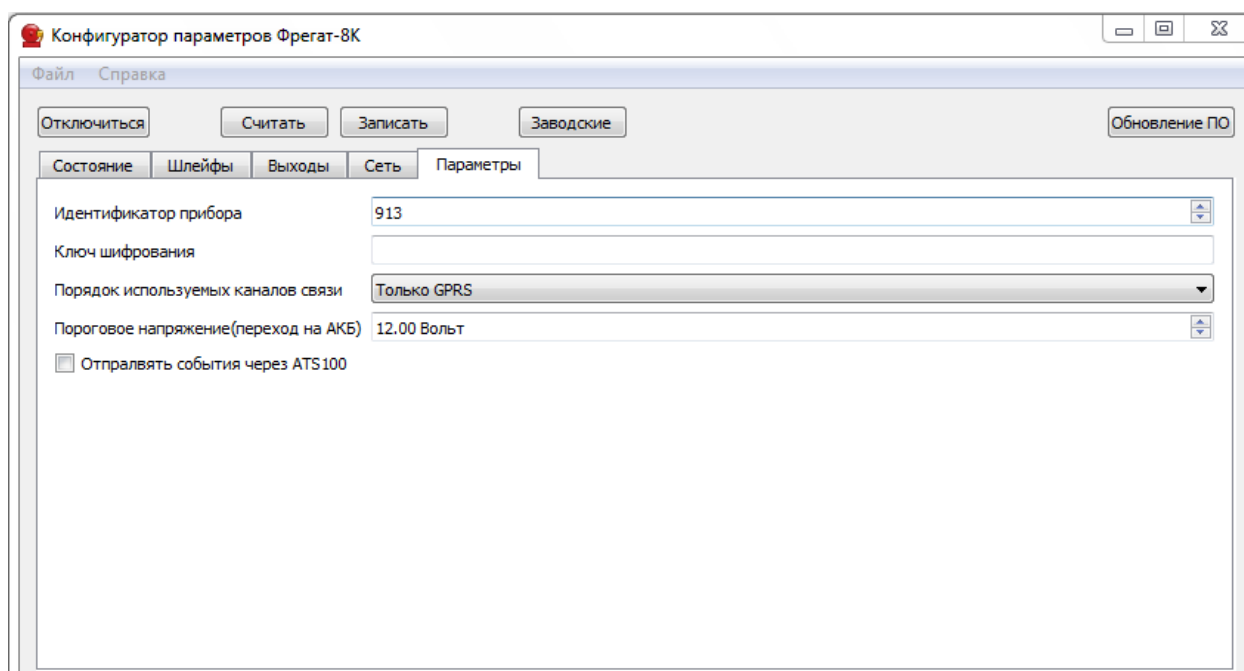

Рис. 12. Вид вкладки параметры.
8.20. На рис. 12. показан вид вкладки параметры